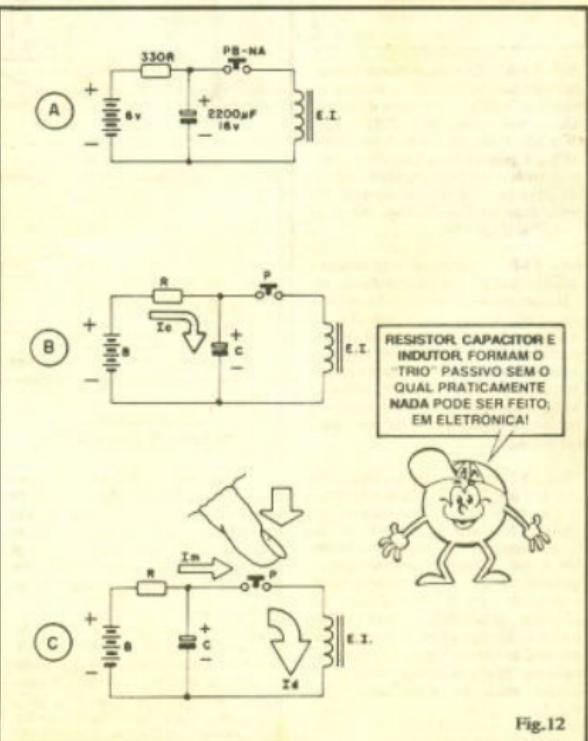

Fig. 12
- FIG. 12-A - Esquema do Bloco de Alimentação Muquirana. Simplíssimo, ao alcance do entendimento do Leitor/Aluno no presente estágio inicial do nosso "Curso".
- FIG. 12-B - Como funciona a "coisa"... O capacitor C, de valor elevado (2.200μF) carrega-se, através do resistor R (330R), num regime máximo de
- FIG. 12-C - Descarga rápida e forte do capacitor C sobre a bobina E.I. ao premir-se o botão. A corrente de descarga (I_d) é "brava" o suficiente para gerar um bom campo magnético momentâneo, suficiente para nossos propósitos imediatos, no entanto, a "corrente de manutenção" (I_m) provida pelas pilhas, nesse instante, é pequena, perfeitamente "suportável"!